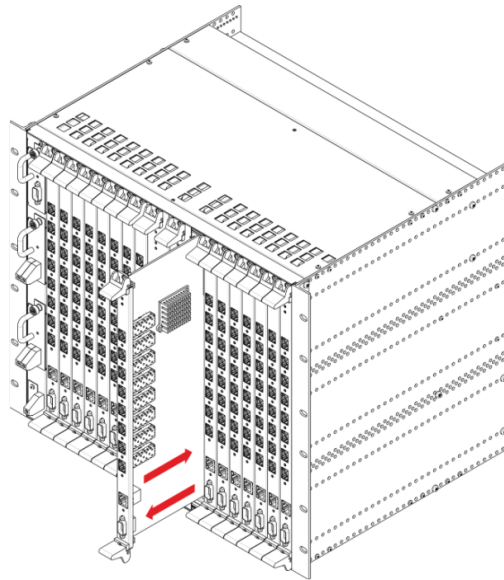

Рисунок 47 – Установка платы в МА4000-РХ
Шаг 5. Открутите винты, расположенные на выталкивателях модуля. Нажмите вниз на нижний выталкиватель и вверх на верхний. Потяните модуль на себя и выньте его из крейта, рисунок 47.
Шаг 6. Установите новый модуль PP4X в обратном порядке, рисунок 47.
- ✘ Во избежание повреждений плат устанавливать (вынимать) платы в крейт необходимо аккуратно, не допускается применение усилий. Не допускать соприкосновения поверхностных компонентов устанавливаемой платы с соседней установленной платой. Если при установке платы по направляющим возникает сопротивление, плату необходимо вынуть и повторить установку заново. После установки всех модулей в корзину обязательно зафиксировать соединение с помощью винтов, рисунок 47.
Шаг 3. Открутите винты, расположенные на выталкивателях модуля. Нажмите вниз на нижний выталкиватель и вверх на верхний. Потяните модуль на себя и выньте его из крейта, рисунок 47.
Шаг 4. Установите новый модуль PLC8 в обратном порядке, рисунок 47.
После установки всех модулей в корзину обязательно зафиксировать соединение с помощью винтов, рисунок 47.